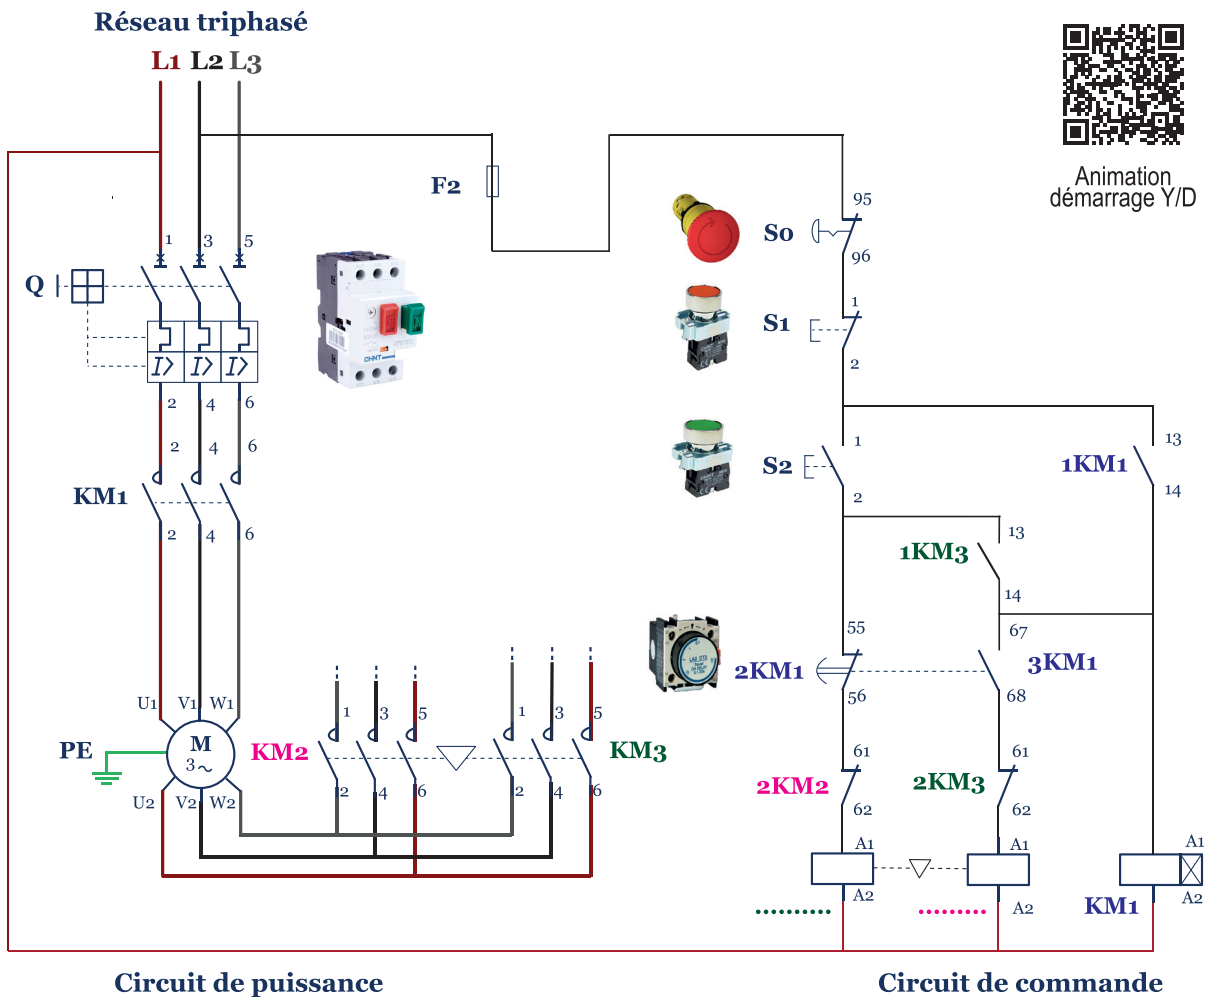

Figure 39
- Compléter le circuit de commande de la figure 39 en précisant la désignation des bobines des contacteurs KM2 et KM3.
- Compléter le circuit de puissance de la figure 39 en représentant les liaisons nécessaires pour raccorder les contacteurs KM2 et KM3.